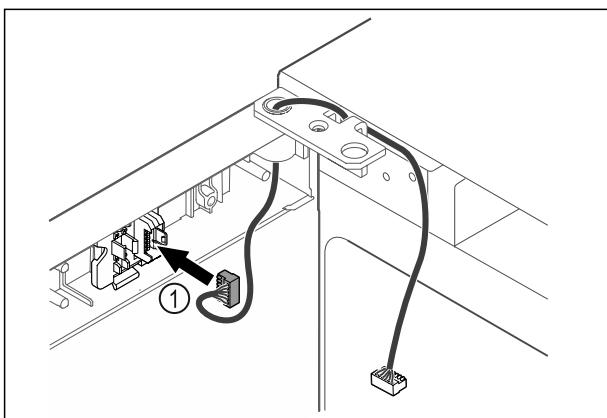

Fig. 47
- Vtič Fig. 47 (1) vstavite v držala vtiča.